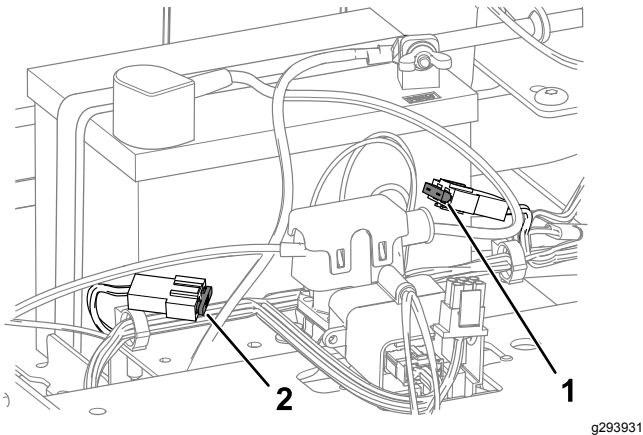

Figura 49
4. Para substituir fusíveis, puxe o fusível para o retirar (Figura 49).